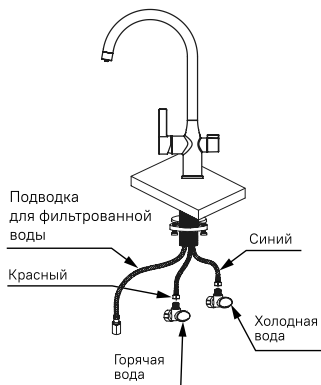
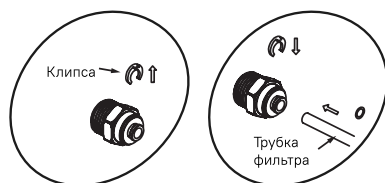

Рис. 4
Рис. 5
4. Подключите гибкую подводку к системе водоснабжения (рис. 4). При затяжке накидных гаек необходимо придерживать рукой шланг гибкой подводки (рекомендуется подключение холодной воды справа, горячей - слева). Соедините подводку для фильтрованной воды с адаптером, а затем подсоедините фильтр (рис. 5). При подключении фильтра следуйте инструкции производителя фильтра.